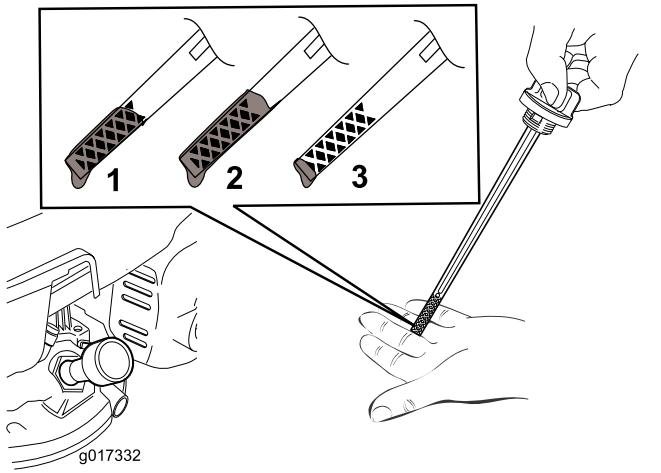

Figura 7
2. Retire la varilla (Figura 7).
Nota: Llene el cárter con aceite hasta que la varilla indique que el nivel del aceite del motor es correcto, según se muestra en Figura 7. Si usted llena demasiado el motor, vacíe el exceso de aceite según se indica en Cómo cambiar el aceite del motor \(página 17\).